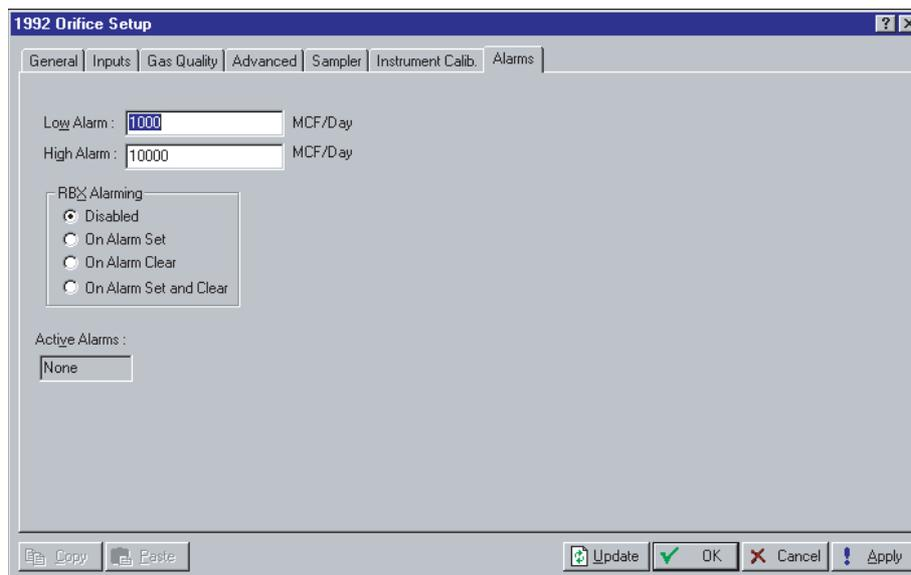

Figura 5-10. Alarmes AGA
2. Defina **Alarming** para **Enabled** na guia General e clique na guia **Alarms**. Consulte a Figura 5-10.